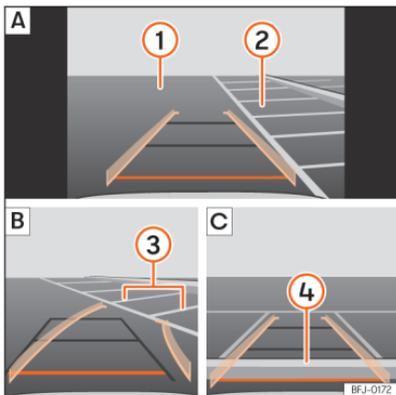

Abb. 157 Anzeige auf dem Bildschirm des Infotainment-Systems: Einparken mit dem Rückfahrassistenten.
Legende zur »» (Abb. 157):
- Bringen Sie das Fahrzeug vor die Parklücke »» (Abb. 157) **2** **A**.